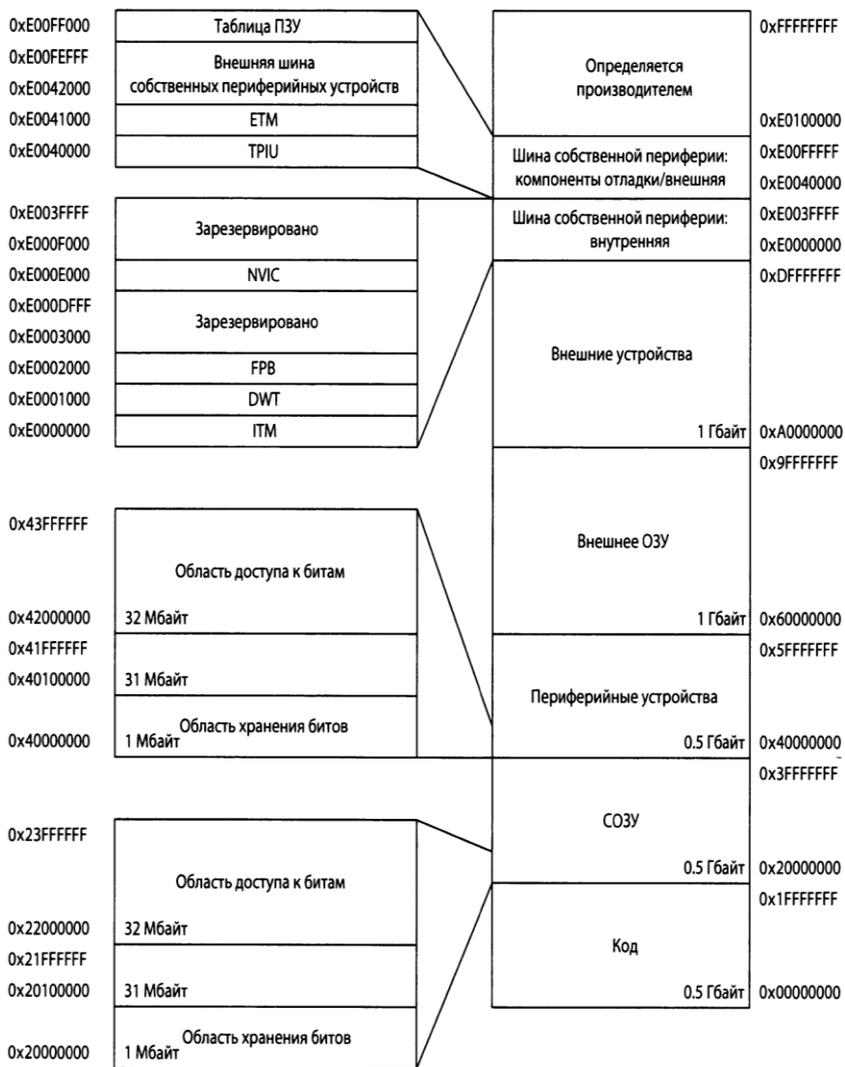

Рис. 1.1 – Адресное пространство STM32
- В STM32 используется единое адресное пространство 4 ГБ, разделенное на зоны с фиксированными адресами, что обеспечивает структурную и программную совместимость внутри конкретного семейства МК (рисунок 1.1).